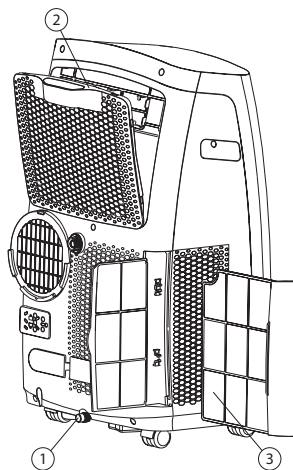

Рис. 1
- Слейте воду из поддона и установите на место резиновую заглушку на поддон для слива конденсата (рис.1, п.1).
- Извлеките фильтры (рис. 1, п. 2-3);